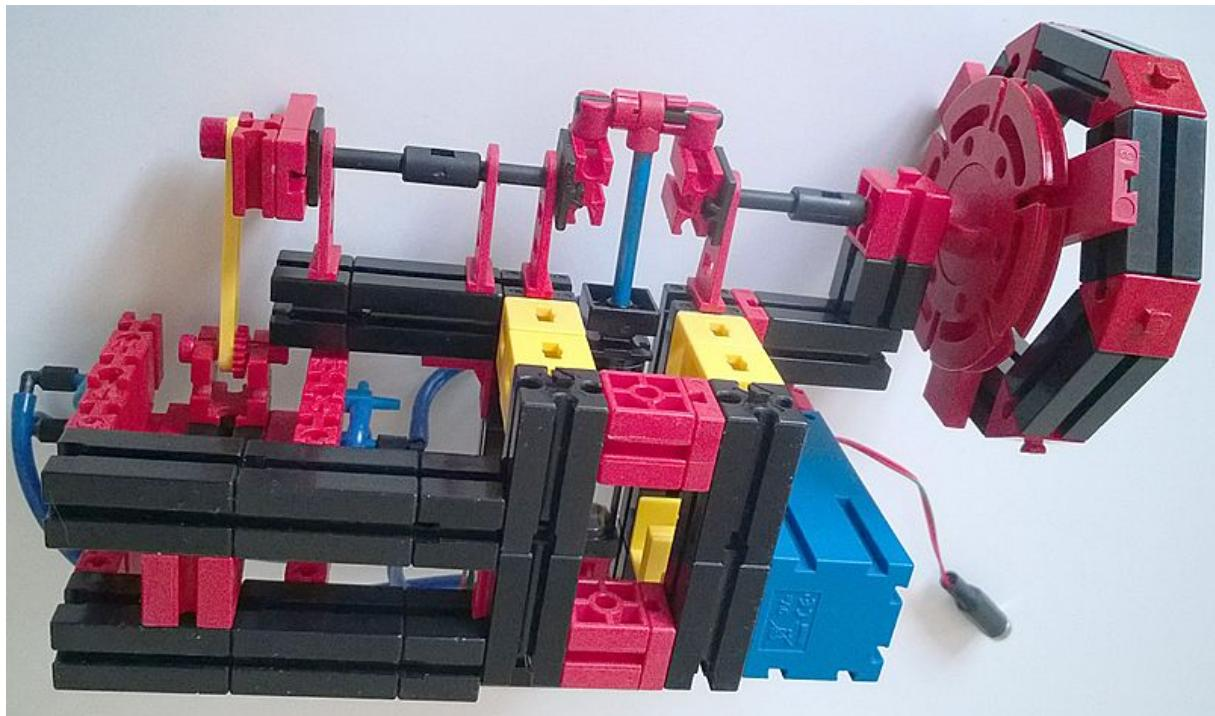

Abb. 10: Blick von unten auf das Modell
Wie Abb. 10 zeigt, hat der Zylinder in der Breite durch die BS5 hinreichend Platz, damit er nicht an den benachbarten
- Zunächst wird die gesamte Ventilanordnung durch Verschieben der BS15 (siehe Abb. 10) so eingestellt, dass der gelenkig gelagerte BS30 des Ventils senkrecht steht, wenn der Exzenter sich in Mittellage befindet.